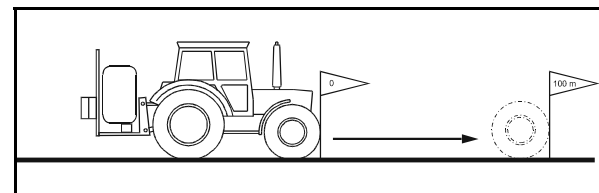

Fig. 44
2. Markieren Sie Anfangs- und Endpunkt (Fig. 44).